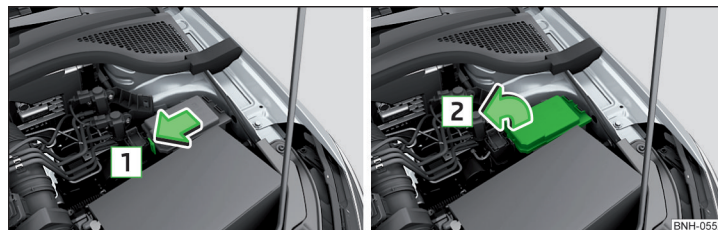
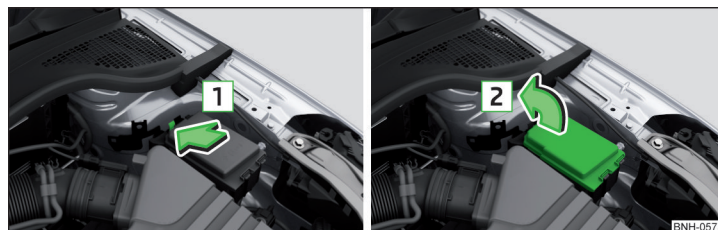

Fig. 177 Capacul panoului de siguranțe - varianta 1
Fig. 178 Capacul panoului de siguranțe - varianta 2
- Apăsați tasta de blocare a capacului în sensul săgeții » fig. 177, respectiv » fig. 178.